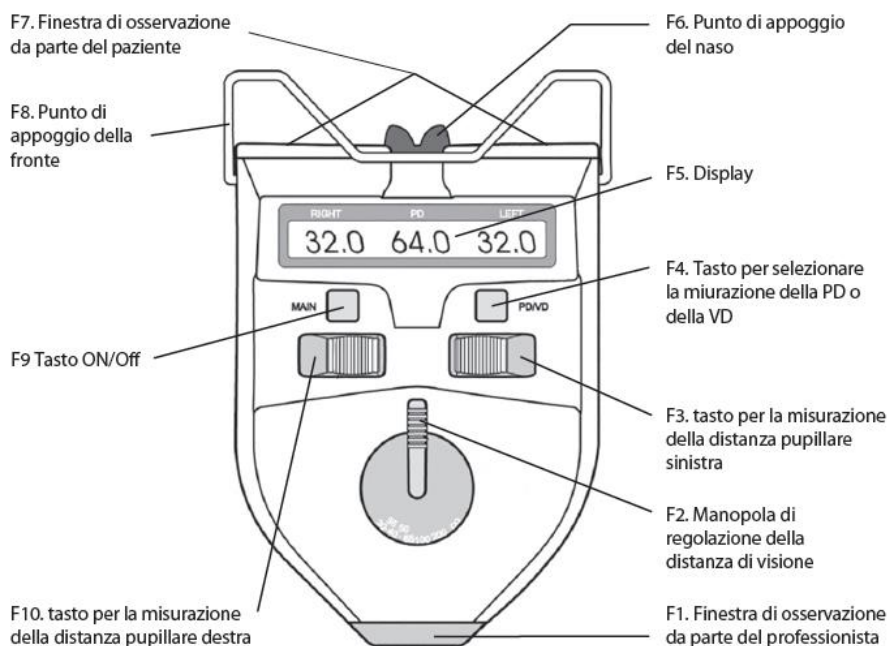

Fig.1
Principio di funzionamento: il pupillometro sfrutta il principio di formazione dell'immagine della lente ottica. Attraverso l'oculare di osservazione, l'esaminatore osserva il punto luminoso di riflessione sulla pupilla del soggetto esaminato (Fig.1) mentre sposta i tasti di misurazione sinistro e destro. Questi tasti dovranno coincidere con i punti luminosi di riflessione della pupilla destra e sinistra in modo che i dati visualizzati sul display rappresentano la distanza interpupillare misurata.
e. Per misurare la distanza pupillare a diverse distanze ottiche, ruotare la manopola della distanza ottica (come mostrato in Fig.1 NO.2) sulle distanze ottiche desiderate e quindi effettuare la misurazione. Questo dispositivo imposta diversi valori di distanza ottica, quali 30 cm, 35 cm, 40 cm, 50 cm, 65 cm, 1 m, 2 m e  $\infty$ .